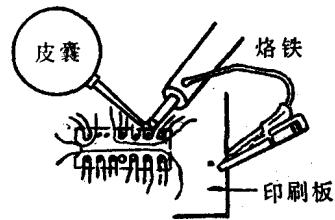

图1-2 用皮囊管吸焊锡
2.用一个带有皮囊的针管对准用烙铁熔化了焊锡的集成块脚，如图1-2所示。用气吹（或吸）走已熔化的焊锡，这样就可使集成块的脚与印制板脱开。注意不要让吹散的焊锡短路其它部位。